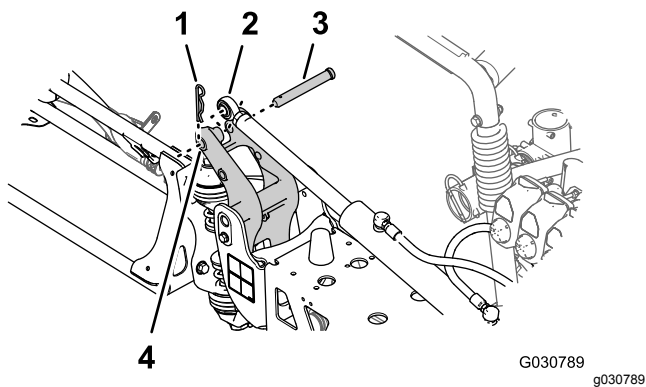

Figura 122
- Alinhe a extremidade da barra do cilindro de elevação com o orifício de 25 mm na protusão da união da articulação (**Figura 122**).
7. Prenda o cilindro de elevação à união da articulação com o passador de forquilha e o perno de gancho (Figura 122) que retirou no passo 2 de Retirar os cilindros de elevação \(página 21\).